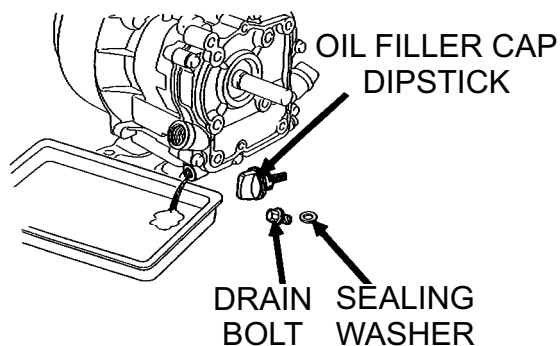

Figure 25. Huile à moteur (purge)
2. Videz l'huile à moteur lorsque l'huile est **chaude** tel qu'indiqué à la Figure 25.